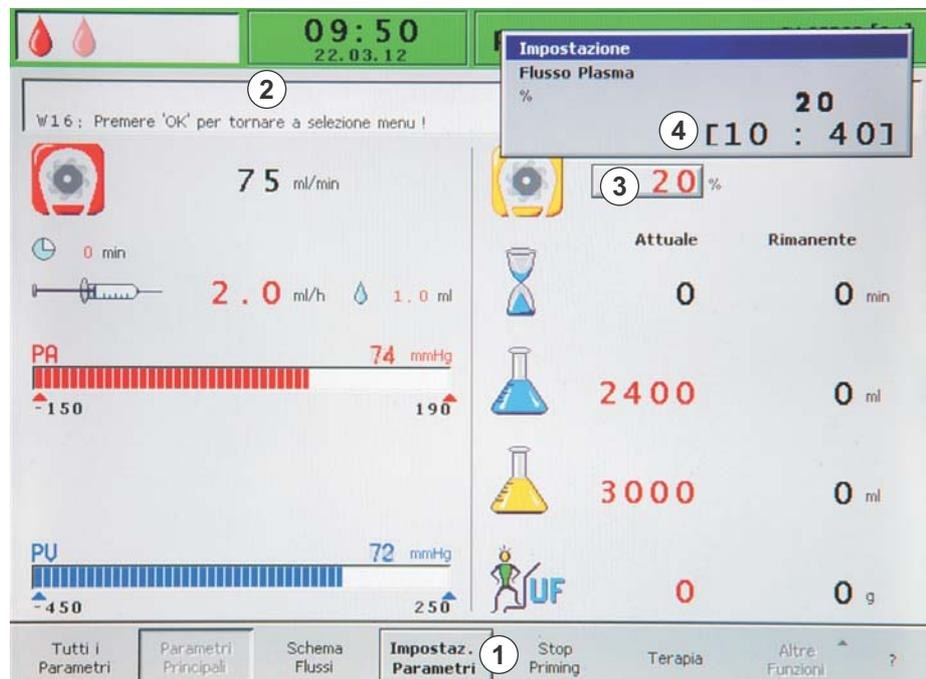

Fig. 2-18 Selezione dei parametri nella videata *Parametri Principali*
1. Ruotare la manopola per selezionare *Impostazione Parametri* (Fig. 2-18 , ① ) nella barra dei menu e premere il tasto *Invio*.
- ↳ Tutti i parametri modificabili sono evidenziati in rosso (Fig. 2-18 ).
- ↳ Nel campo Allarmi/Messaggi compare il messaggio *W16: Premere 'OK' per tornare a selezione menu!* ( ② ). Il messaggio indica che occorre premere il tasto *OK* per uscire dalla funzione di impostazione dei parametri.
- ↳ Il campo del parametro attualmente selezionato appare come un pulsante in evidenza (non ancora premuto) su sfondo grigio (Fig. 2-18 , ③ ). Il range di impostazione dei parametri viene mostrato nella finestra *Impostazione* ( ④ ). Se un parametro è importante per la sicurezza del paziente, il valore attualmente impostato è indicato sopra il range impostabile.